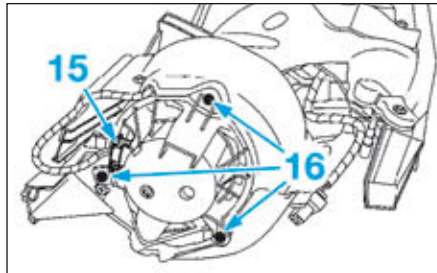

FIG.22
- Débrancher le connecteur (15) du groupe motoventilateur habitacle (Fig.22).
- les vis (16) du groupe motoventilateur habitacle,